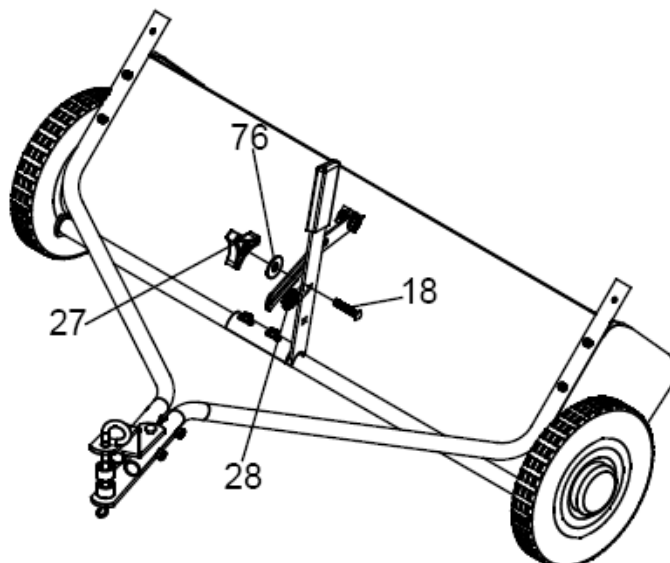

Abbildung 7
- Justieren Sie den Höhenverstellhebel (G) so, dass die Zahnscheibe (28) zwischen den Höhenverstellhebel (G) und das Höhenverstellblech (F) passt.
- Schieben Sie die Schlossschraube (18) durch den Höhenverstellhebel (G).
- Fügen Sie die Flachscheibe (28) ein, anschließend setzen Sie die Flachscheibe (80) auf die Schlossschraube (18).
- Drehen Sie den Kunststoffdrehknopf (27) auf die Schlossschraube (18) (siehe Abbildung 7).